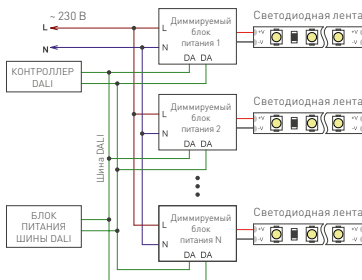
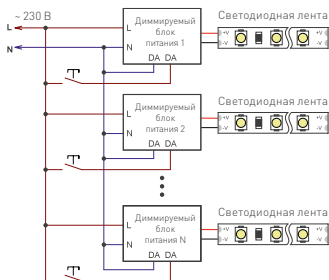

Рис. 2. Схема соединения диммеров при использовании управления DALI.
Рис. 3. Схема соединения диммеров при использовании управления Touch DIM.
- 3.4. Выполните подключение сигналов управления к клеммам DA1 и DA2 и проводов питания от сети ~ 230 В к клеммам L (фаза), N (ноль) и заземление в соответствии с используемой схемой управления – DALI или Touch DIM (см. Рис. 2. и Рис. 3).